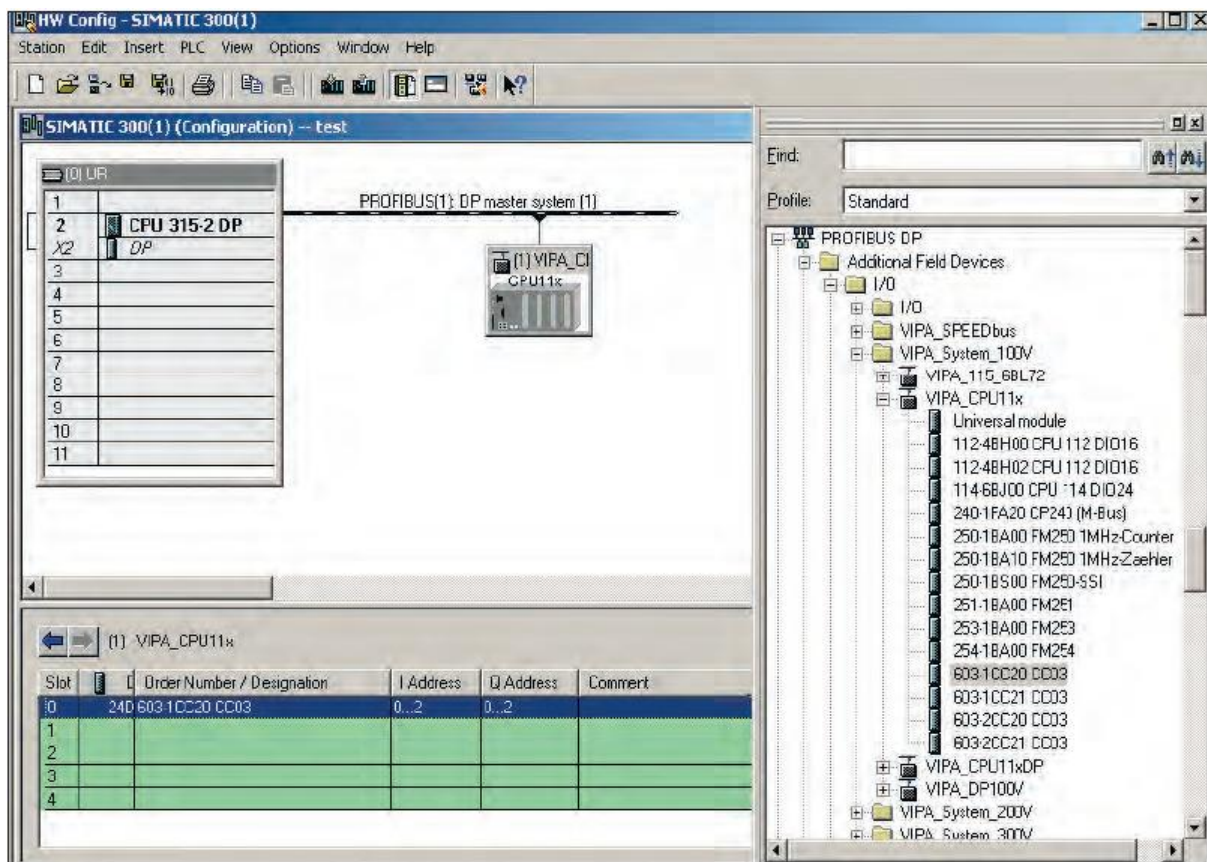

Рис. 3. Конфігурація компактної системи керування CC03
5. В бібліотеці **Hardware Catalog** виберіть папку **PROFIBUS\_DP** → **Additional Field Devices** → **I/O** → **VIPA** (рис. 3).
6. Перемістіть об'єкт VIPA CPU11x до лінії мережі PROFI\_BUS. У діалоговому вікні **Properties PROFIBUS interface**, що з'явилося, виберіть адресу **DP address**, рівну 1, і натисніть ОК. Тепер віртуальний ведений DP\_модуль з'єднаний з PROFIBUS (рис. 3).
8. У бібліотеці **Hardware Catalog** відкрийте папку об'єкта VIPA CPU11x та виберіть зі списку модуль 603\_1CC20. Після подвійного клацання миші модуль з'явиться у слоті 0 (рис. 3). Крім того, існує можливість додавання ще 4 модулів розширення системи 100V та 200V.